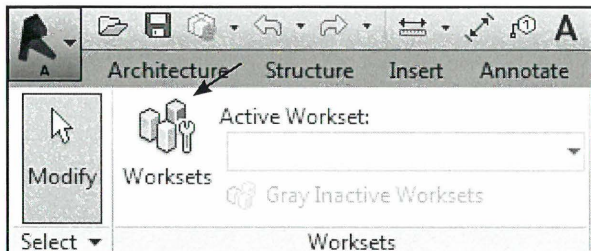

Fig. 16.04. opret projektet som et *Shared Project*.
- Vælg *Collaborate - Worksets* (Fig. 16.04).